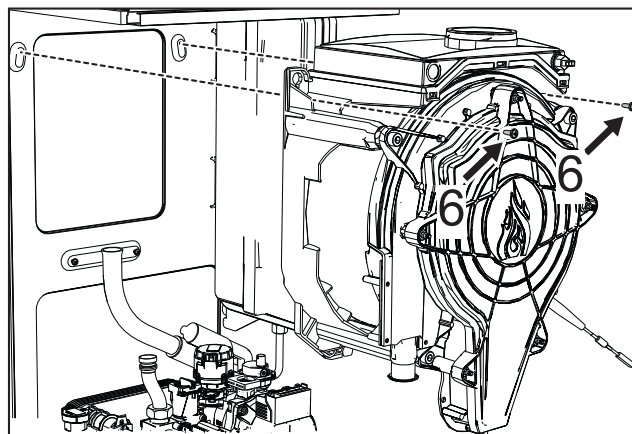

рис. 49
- Снимите 2 **верхних винта "6"** крепления теплообменника к раме (рис. 49).